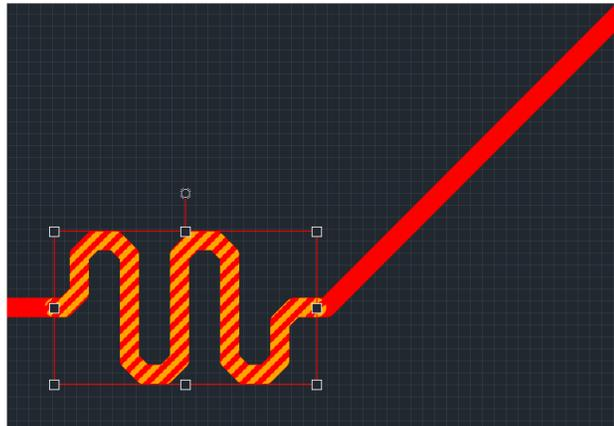

Рис. 301 Выделенный меандр на проводнике
1. Выделите меандр, см. Рис. 301.